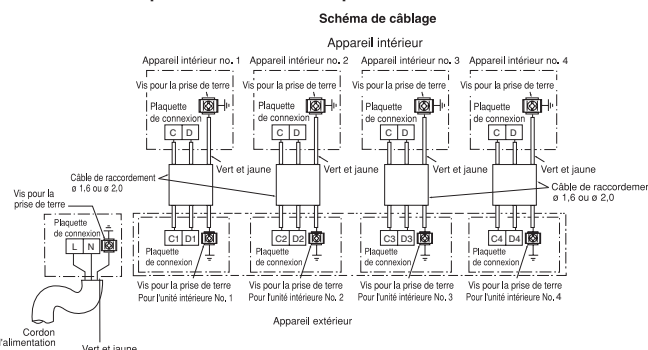

Fig. 3-1
- (1) Raccorder les fils entre l'appareil intérieur et l'appareil extérieur en procédant de la façon représentée sur la Fig. 3-1. Ne jamais faire d'erreur de branchement sinon les appareils ne fonctionneront pas correctement. En cas de raccordement faux, l'unité ne fonctionnera pas correctement et elle peut causer le défaut de fonctionnement.
- (2) Le fil de raccordement doit être attaché à l'aide de l'anneau situé près du panneau des bornes.